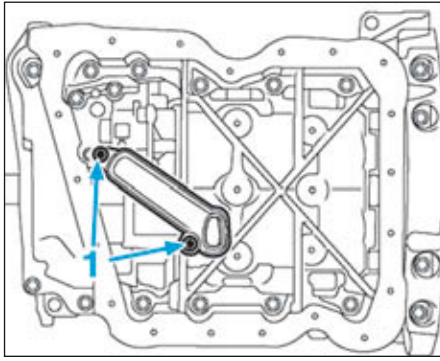

FIG.103
- Déposer les vis (1) (Fig.103) de fixation de la crépine.